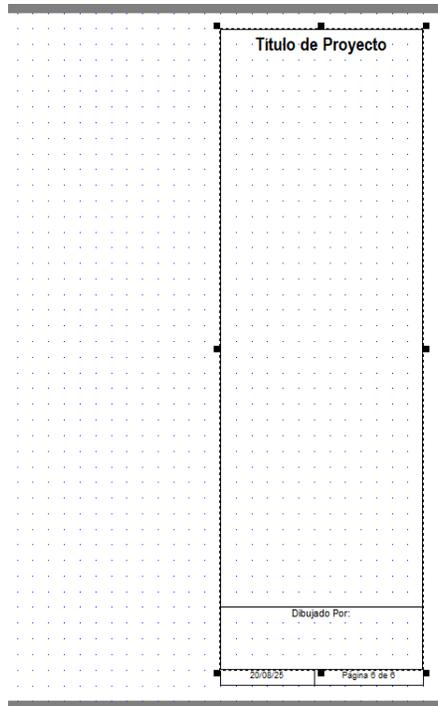

Figura 22-15: Seleccionando Sub-Vistas Múltiples Con el Mouse (Clic y Arrastre)
5. Haga clic y arrastre desde la esquina superior derecha para seleccionar todas las sub-vistas (rectángulos en este caso) como se muestra en la Figura 22-15.